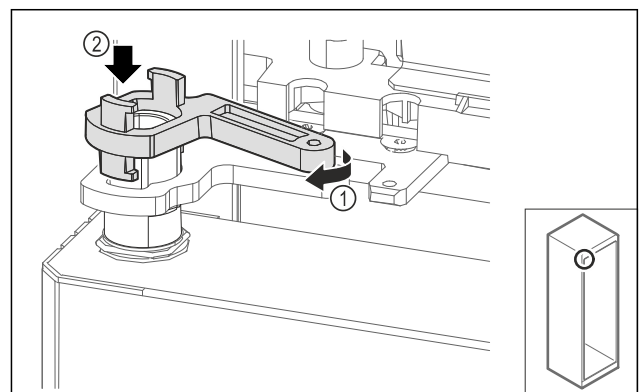

Fig. 66
- Verriegelung Lagerbock leicht drehen Fig. 66 (1) und auf die Hülse aufsetzen Fig. 66 (2).